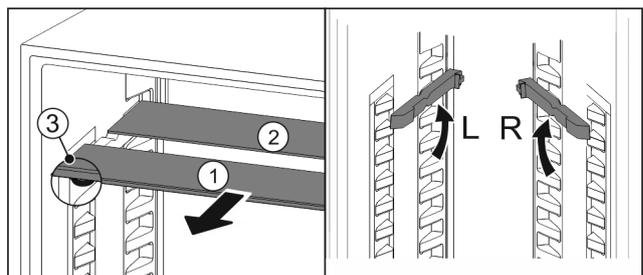

Fig. 20
- ▶ Retire las planchas de cristal individualmente hacia delante *Fig. 20 (1)*.
- ▷ La placa de vidrio *Fig. 20 (1)* con moldura está situada delante.
- ▷ Los topes *Fig. 20 (3)* miran hacia abajo.